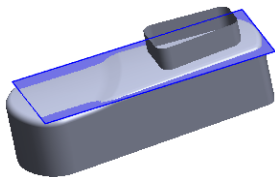
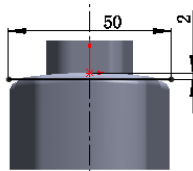

图 5.12.25 曲面-拉伸 4
图 5.12.26 横断面草图
Step21. 创建图 5.12.25 所示的零件特征——曲面-拉伸 4。选择下拉菜单 **插入(I)** **→ 曲面(S)** **→ 拉伸曲面(E)...** 命令，系统弹出“拉伸”对话框；选取前视基准面为草图基准面；绘制图 5.12.26 所示的横断面草图，建立相应约束并修改尺寸，然后选择下拉菜单 **插入(I)** **→ 退出草图** 命令，此时系统弹出“曲面-拉伸”对话框；采用系统默认的拉伸方向；在“曲面-拉伸”对话框 **方向1** 区域的下拉列表中选择 **给定深度** 选项，输入深度值 110.0；在 **方向2** 区域的下拉列表中选择 **给定深度** 选项，输入深度值 10.0；单击对话框中的 **✓** 按钮，完成曲面-拉伸 4 的创建。